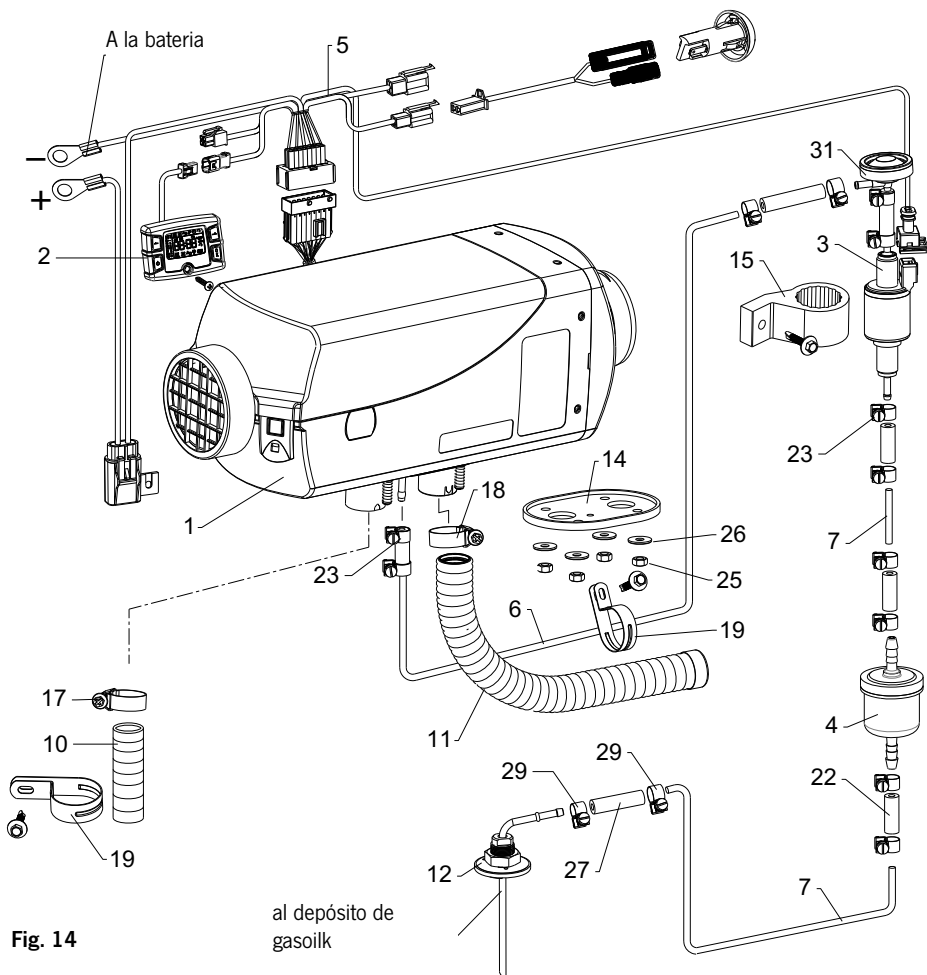

Fig. 14
32. VanHeat 4.0-DH | Información del producto | Lista de piezas de repuesto (véase fig. 14)